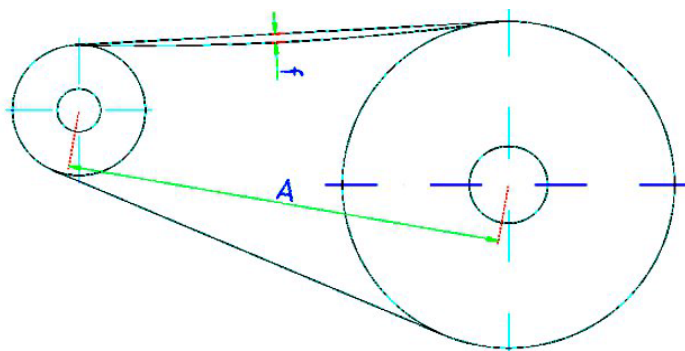

Fig. 22: tensión de la correa
- La relación de tensión de la cadena (0,02xA). Ésta debe ser revisada regularmente y ajustar si es necesario. (Fig. 22)